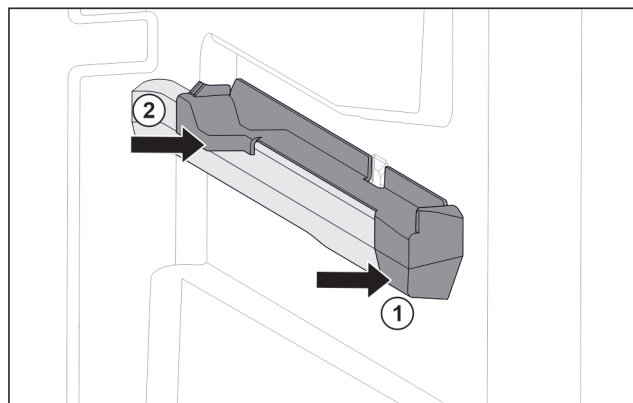

Fig. 85 Felhúzható elem a jobb oldali tartóbordán
- ▶ A felhúzható elemet elől tegye fel a tartóbordára. Fig. 85 (1)
- ▶ Hátról nyomja meg a felhúzható elemet. Fig. 85 (2)